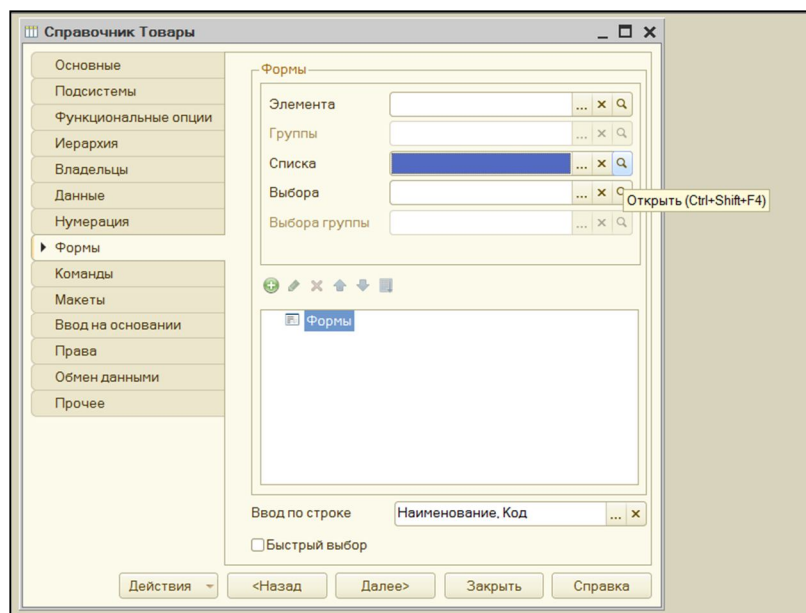

Рис. 19. Вкладка «Формы» справочника «Товары»
1) перейти на вкладку «Формы» и щелкнуть по значку лупы, расположенному в строке «Списка» раздела «Формы» (рис. 19);